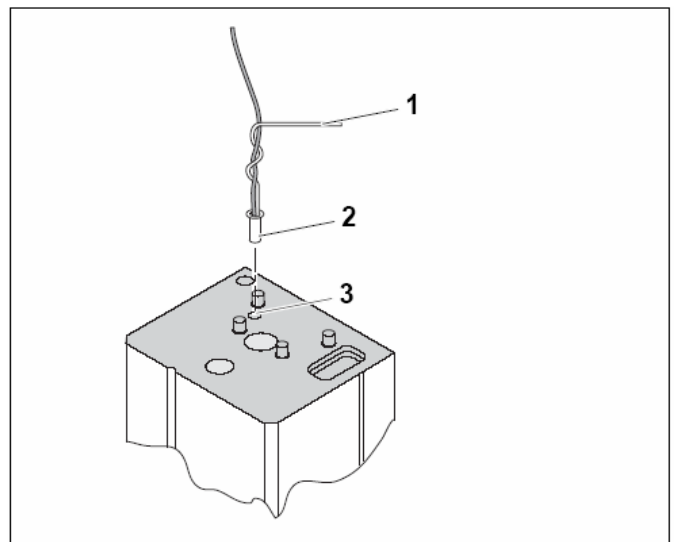

Рис. 12 Монтаж датчика температуры горячего водоснабжения
- Датчик (рис. 12, **поз. 2**) и провод датчика прицепить к направляющей проволоке (рис. 12, **поз. 1**).
- Провод датчика с направляющей проволокой вставить до упора в погружную гильзу (рис. 12, **поз. 3**).